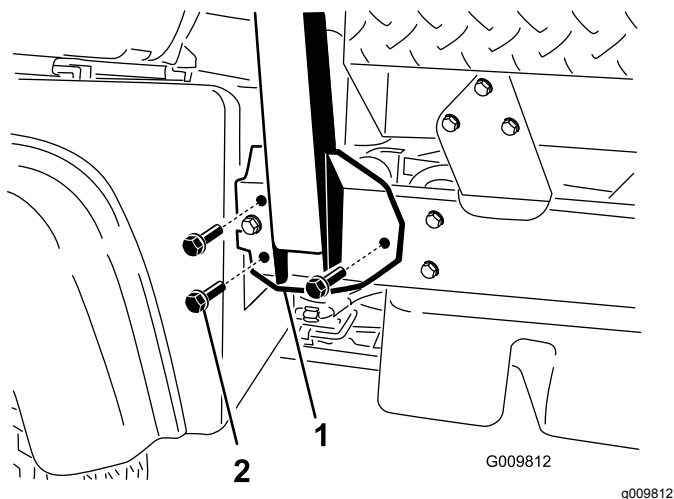

Figura 4
2. Allineate ciascun lato del ROPS con i fori di montaggio su ciascun lato del telaio della macchina (Figura 4).
3. Fissate ciascun lato della staffa di montaggio del ROPS al telaio della macchina con 3 bulloni a testa flangiata ( $\frac{1}{2}$ " x  $1\frac{1}{4}$ ") (Figura 4).